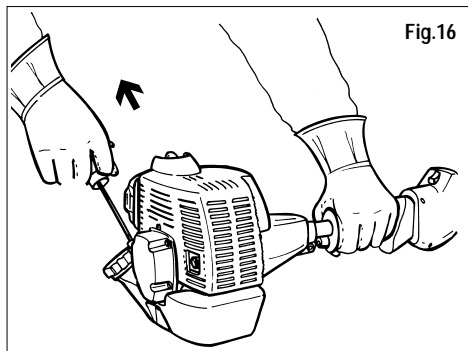

Fig.16
- 7) Avviare il motore come descritto nel manuale del Decespugliatore (fig.16).